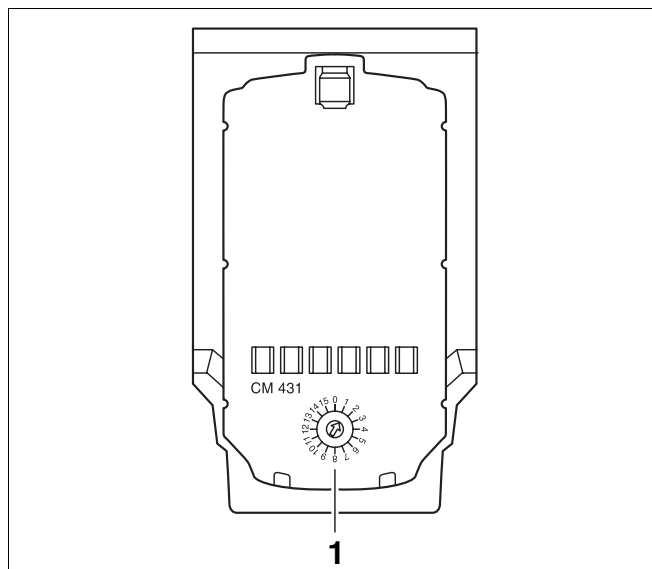

Fig. 5 Réglage de l'adresse
Sur l'appareil de régulation Logamatic 4313, le réglage de l'adresse (fig. 5, **pos. 1**) se trouve sur le module CM431 (derrière le module de commande MEC2).
- Vous pouvez maintenant régler l'adresse de l'appareil de régulation à l'aide d'un tournevis (fig. 5).